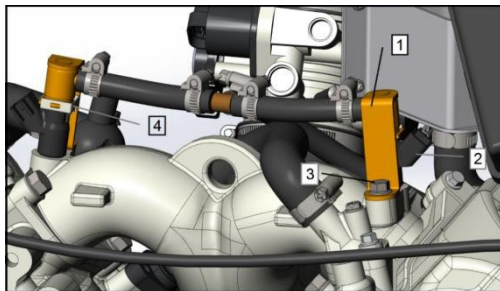

Fig. 22
3. Utilizzare una chiave angolare da 10 mm per svitare il bullone (posizione 3, Fig. 22, 23).
5. Rimuovere la clip (Pos. 4, Figure 22 e 23) dall'ugello e rimuovere l'ugello (Pos. 1, Figure 22 e 23) dal coperchio dell'ugello.